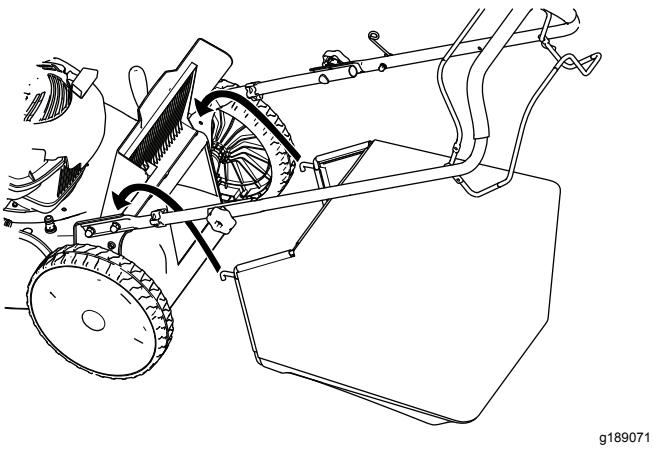

Figura 18
3. Instale la bolsa de recogida, asegurándose de que los pasadores de la bolsa descansan en las muescas del manillar (Figura 18).
1. Levante y sujeté el deflector trasero (Figura 18).